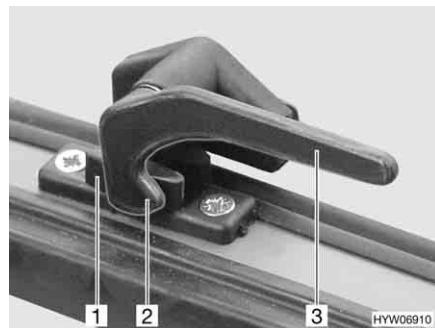

Fig. 10 Leva di serraggio in posizione "Chiuso"
Apertura: ■ Ruotare la leva di serraggio (Fig. 10,3) di un quarto di giro verso il centro della finestra.
■ Ruotare la leva di serraggio (Fig. 10,3) di un quarto di giro verso il telaio della finestra. Il nasello di chiusura (Fig. 10,2) si trova sul lato interno della chiusura della finestra (Fig. 10,1).
- In posizione "Completamente chiusa" (Fig. 10).